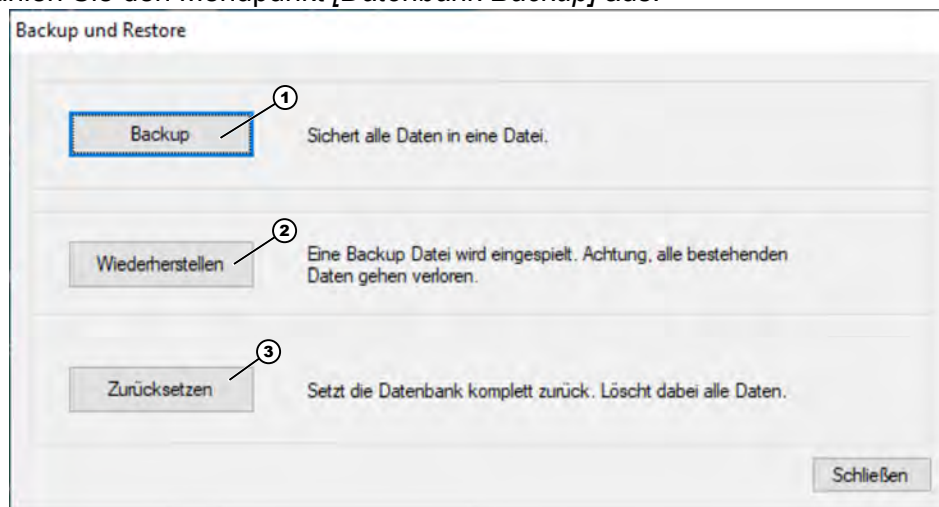

Abb. 53: Auswahl [Backup und Restore]
⇒ Die Funktion *[Backup und Restore]* Abb. 53 wird geöffnet.
3. ➤ Wählen Sie *[Backup]* (Abb. 53, Pos. 1) aus.
⇒ Die Funktion [Backup und Restore] Abb. 53 wird geöffnet.
3. Wählen Sie [Wiederherstellen] (Abb. 53, Pos. 2) aus.
3. ➤ Wählen Sie *[Zurücksetzen]* (Abb. 53, Pos. 3) aus.